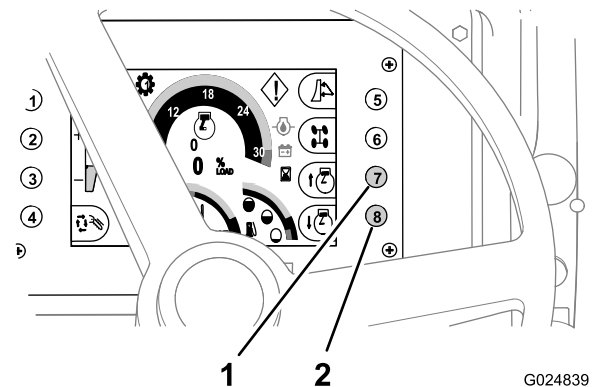

Figura 38
- Para **aumentar** la velocidad del motor, pulse el botón 7 del Centro de control (Figura 38).
- Para **reducir** la velocidad del motor, pulse el botón 8 del Centro de control (Figura 38).